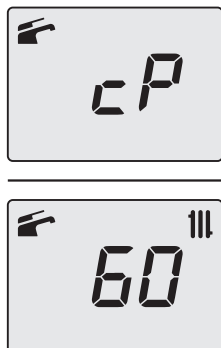

Figura 9.29
- Premendo il tasto 51 (Figura 9.24) è possibile variare la potenza in modalità spazzacamino: con visualizzazione sul display LCD delle lettere **cP** che si alternano con il valore di temperatura dell'acqua di riscaldamento (es.**60**), siamo "funzione spazzacamino" alla potenza massima in riscaldamento (Figura 9.29).